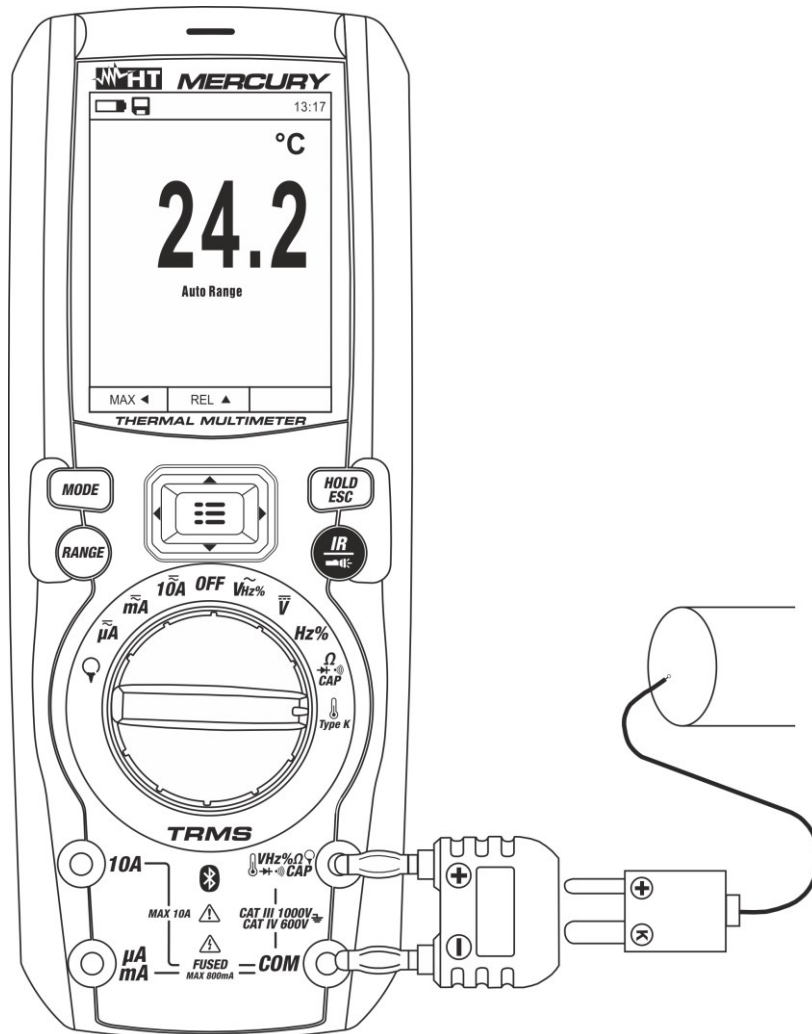

Abb. 27: Verwendung des Gerätes für Temperaturmessung
3. Stecken Sie den mitgelieferten Adapter in die Eingangsbuchsen **VHz%CAPΩ** (Polarität +) und **COM** (Polarität -) (siehe Abb. 27).